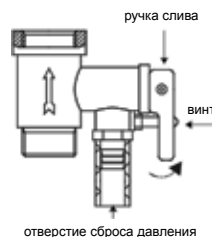

Рис. 9
6. Воду можно слить через обратный предохранительный клапан (открутить сливной винт обратного предохранительного клапана и перевести ручку слива в верхнее положение, при этом кран выхода горячей воды должен быть открыт, а кран подачи холодной воды в водонагреватель должен быть перекрыт) (смотри рис.9). Никогда не